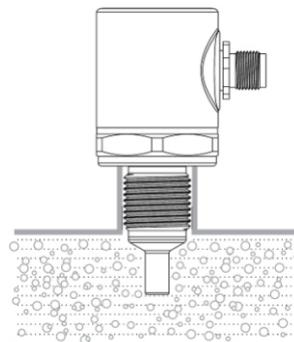

Рисунок 2
- (2) Убедитесь, что в трубе нет пузырьков, чтобы обеспечить нормальную работу в точке срабатывания сигнализации (рис. 2).